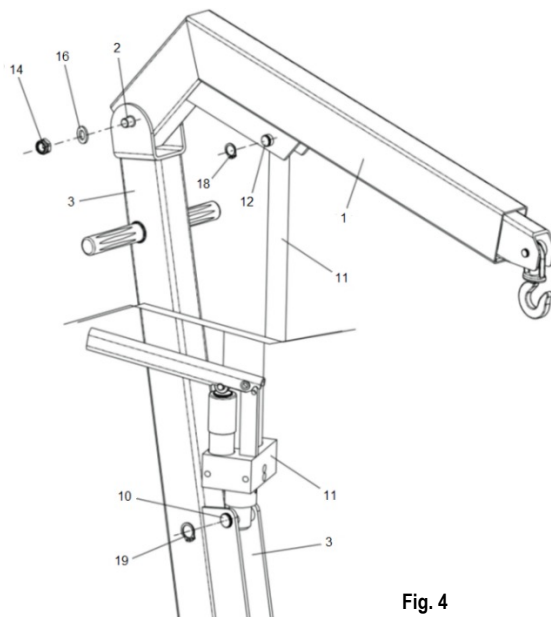

Fig. 4
3. Asamblați brațul (1 - Fig. 4) cu cadrul (3 - Fig. 4) folosind știftul de fixare (2 - Fig. 4), piulița (14 - Fig. 4) și garnitura (16 - Fig. 4).
Asamblați ansamblul cilindrului (11 - Fig. 4) cu cadrul (3 - Fig. 4) folosind știftul de fixare (10 - Fig. 4) și inelul de fixare (19 - Fig. 4).
Asamblați ansamblul cilindrului (11 - Fig. 4) cu brațul (1 - Fig. 4) folosind știftul de fixare (12 - Fig. 4) și inelul de fixare (18 - Fig. 4).